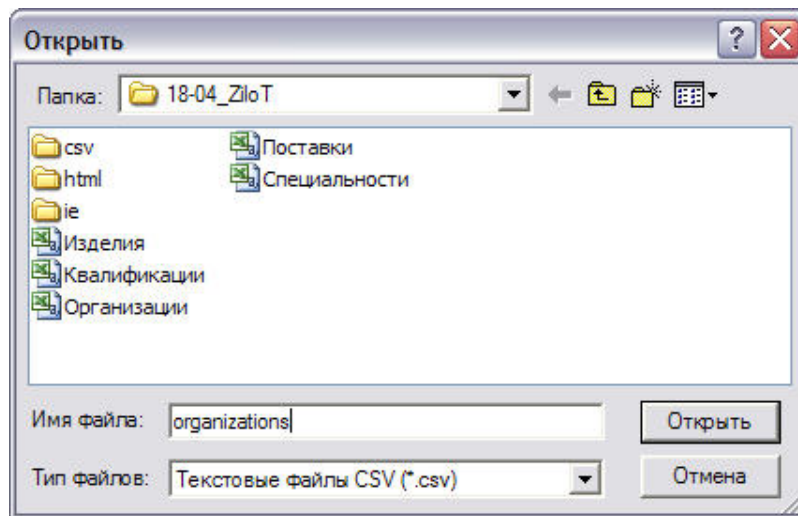

Рис. 3-5
1. Нажмите на кнопку **Догрузить из файла**. После этого откроется окно **Открыть**, показанное на рис. 3-5.